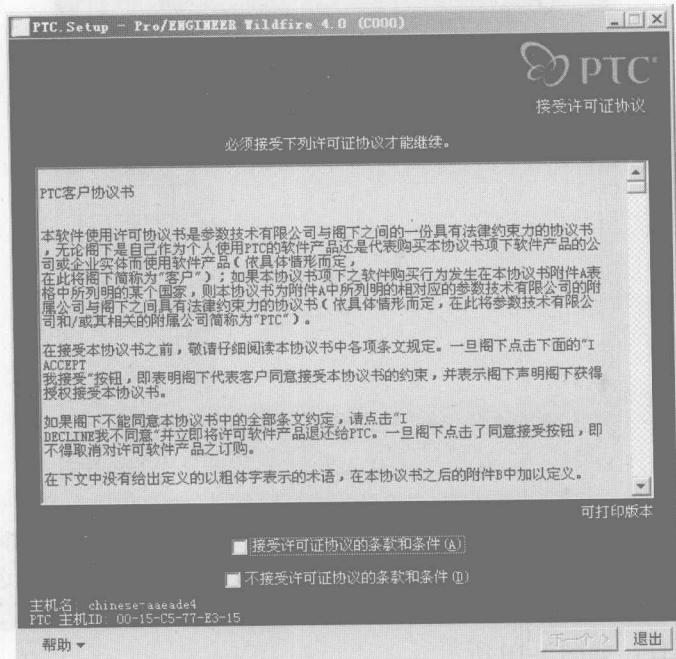

图 1-7 许可证协议界面
- (3) 在 Pro/ENGINEER Wildfire 4.0 界面上选择 Pro/ENGINEER，自动跳转到许可证协议界面，如图 1-7 所示，选中【接受许可证协议的条款和条件】复选框。